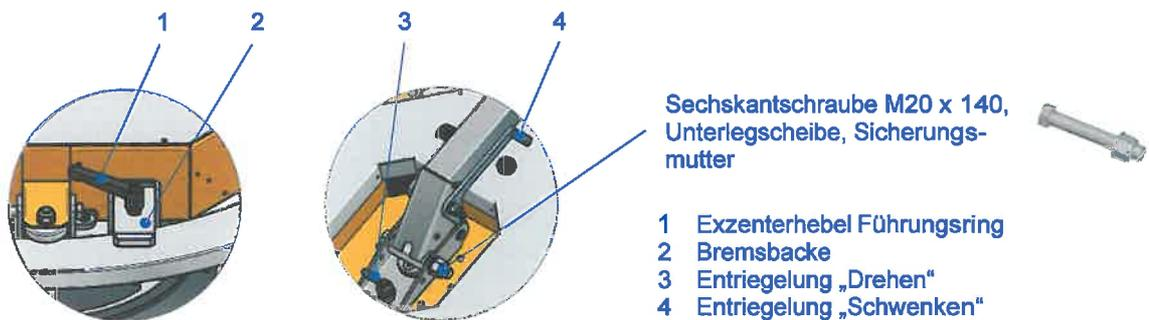

Abb. 12: OKTOPUS® GLASS-Jack GL-RN 400/600/800 mit Führungsring bzw. Kranarm
Um ein unbeabsichtigtes Drehen der Last zu vermeiden, muss sichergestellt sein, dass der Entriegelungshebel „Drehen“ (s. Abb. 12) eingerastet ist. Der Entriegelungshebel „Schwenken“ muss gelöst sein und der Kranarm senkrecht stehen!
- ⇒ Lösen Sie die Entriegelung "Drehen" (s. Abb. 12) und drehen Sie die Last in die gewünschte Position. Lassen Sie anschließend den Entriegelungsgriff wieder einrasten.
Um ein unbeabsichtigtes Drehen der Last zu vermeiden, muss sichergestellt sein, dass bei der Version GLASS-Jack GL-RN 400/600/800 mit Führungsring der Exzenterhebel Führungsring (s. Abb. 12) angezogen ist!
- ⇒ Lösen Sie langsam den Exzenterhebel Führungsring (s. Abb. 12)!
Versuchen Sie niemals die Entriegelung "Schwenken" (s. Abb. 12) zu lösen, wenn diese unter Last steht! Dies würde zu einem unkontrollierten "nach unten kippen" der Last führen!
- ⇒ Lösen Sie die Entriegelung „Schwenken“ (s. Abb. 12) und führen Sie die Last in die horizontale Position.
- ⇒ Demontieren Sie den Kranarm. Entfernen Sie dazu die Sechskantschraube M20 x 140 (s. Abb. 12).
- ⇒ Montieren Sie den Kranarm (s. Abb. 1) mittels der im Lieferumfang enthaltenen Sechskantschraube M20 x 140, Unterlegscheibe und Sicherungsmutter (s. Abb. 12).